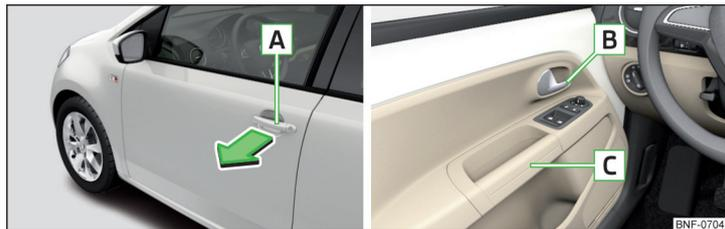

Fig. 30 Poignée de la portière / manette d'ouverture des portières
- Pour l'ouverture de l'extérieur, déverrouillez le véhicule et tirez sur la poignée de la portière **A** dans le sens de la flèche » fig. 30.